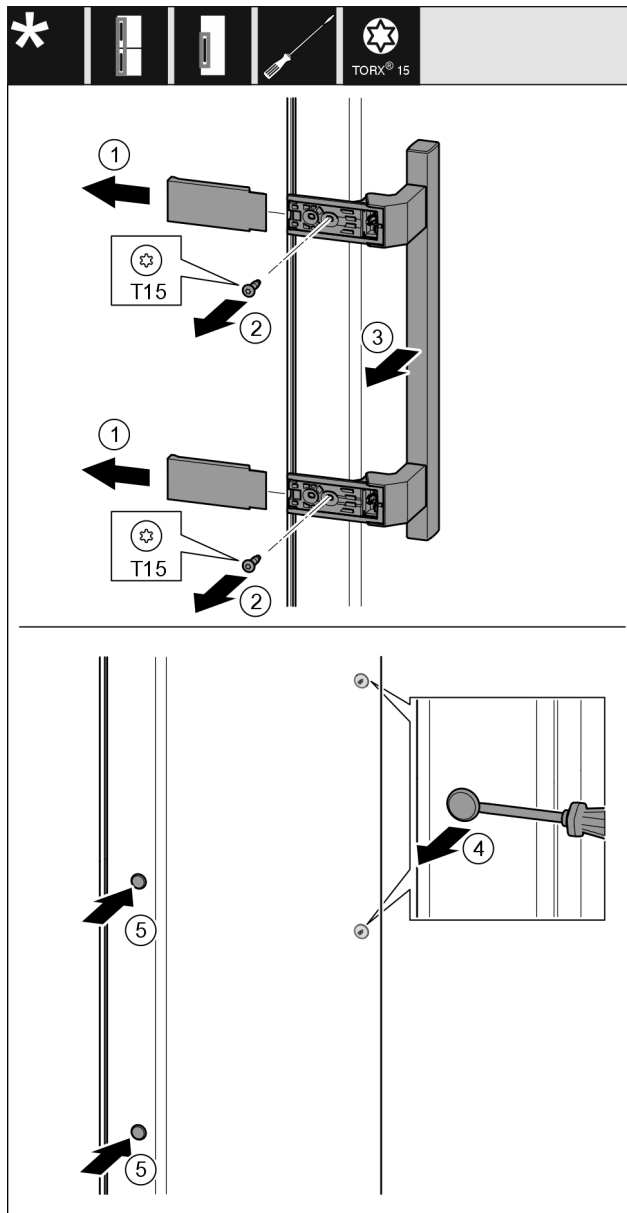

Fig. 24
- Îndepărtați capacul Fig. 24 (1).
- Demontați șuruburile Fig. 24 (2) cu șurubelnița.
- Îndepărtați mânerul Fig. 24 (3).
- Ridicați cu precauție dopul lateral Fig. 24 (4) cu o șurubelniță plată și extrageți-l.
- Introduceți dopul Fig. 24 (5) pe partea opusă.